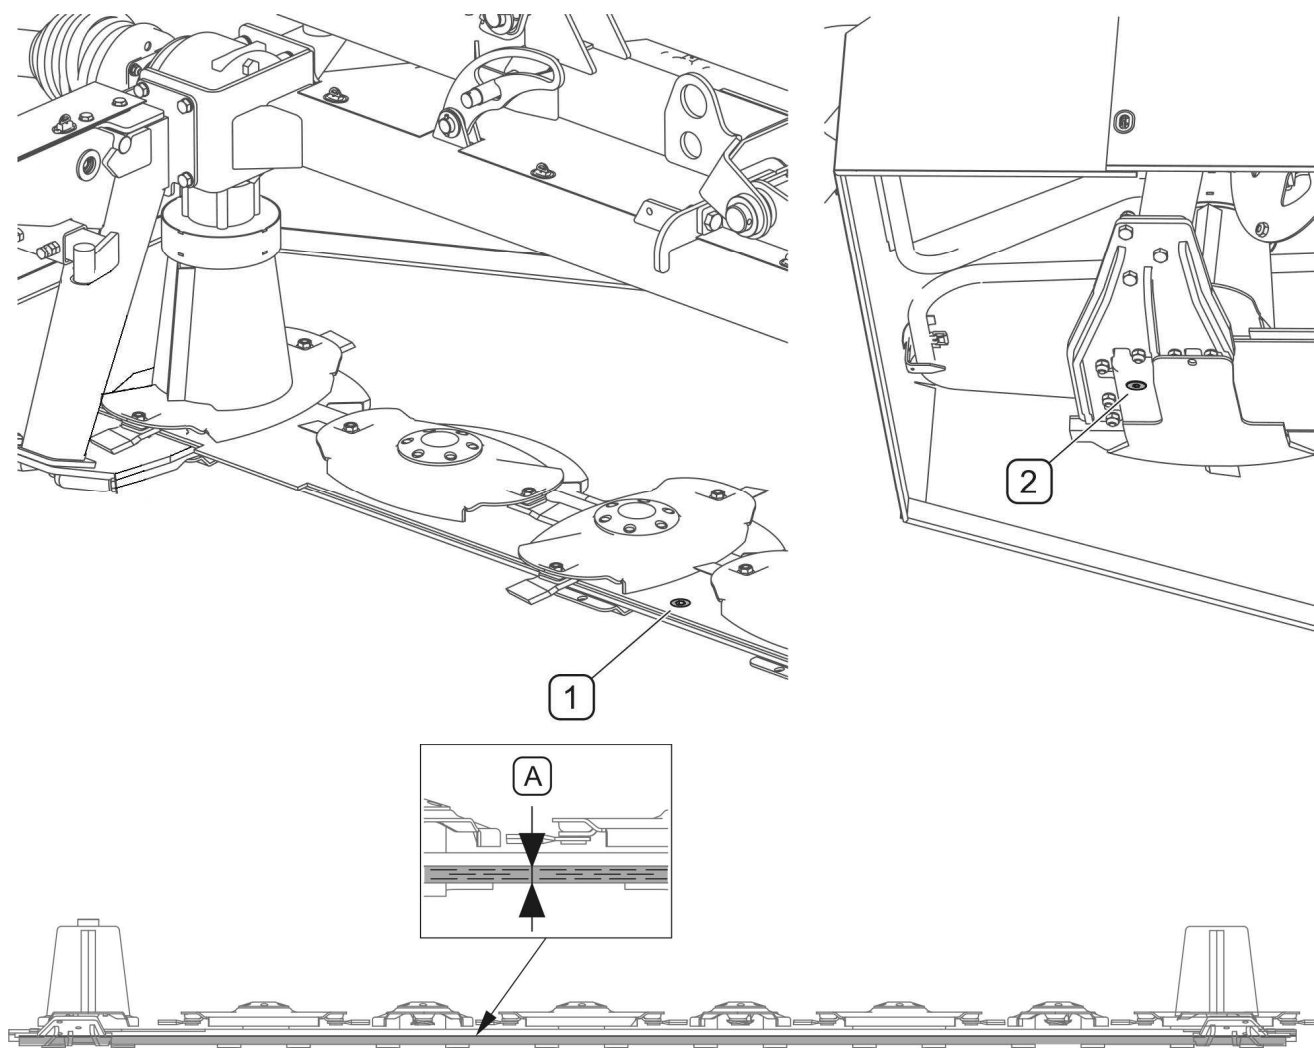

РИСУНОК 5.3 Проверка уровня масла в режущем бруске
(1)- контрольно-заливная пробка; (2)- сливная пробка; (A)- правильный уровень масла 5 ÷ 7 мм от дна бруса
При горизонтальной установке бруса правильный уровень масла должен находиться на высоте 5-7 мм от дна бруса. Для проверки уровня масла нужно отвинтить контрольно-заливную пробку (1), которая находится между третьим и четвертым диском (РИСУНОК 5.3). Перед проверкой уровня холодного масла, нужно подождать 15 минут.
С целью замены масла в режущем брус (РИСУНОК 5.3) необходимо: